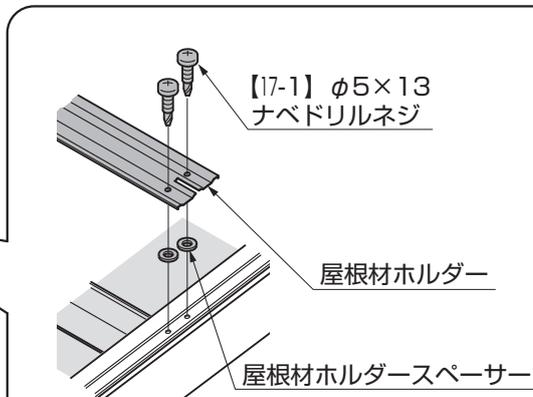
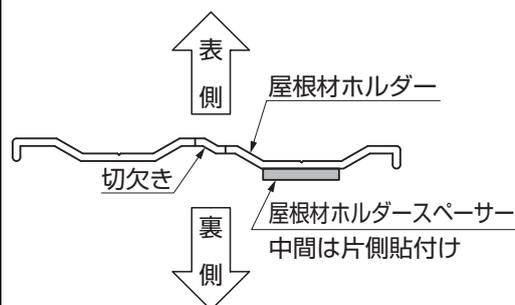

図5-10
図5-11 屋根材ホルダー断面図
(図5-10参照)
- 屋根材ホルダーは、表裏の向きに注意してください。(図5-11参照)
(端部:図5-10、中間:図5-11参照)